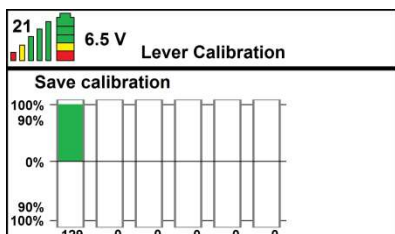

Abbildung 21
- Nach dem Drücken der Taste (✓) wird der nächste Bildschirm angezeigt: **Save calibration**. Wenn Sie den Hebel nun betätigen, wird der Balken nun in der entsprechenden Richtung wieder grün angezeigt. Bei maximalem Hebelweg nach vorne oder hinten muss der grüne Balken zu 100 % ausgefüllt sein. Ist dies der Fall, drücken Sie die Taste (✓), um die Einstellungen zu speichern (siehe *Abbildung 21*).